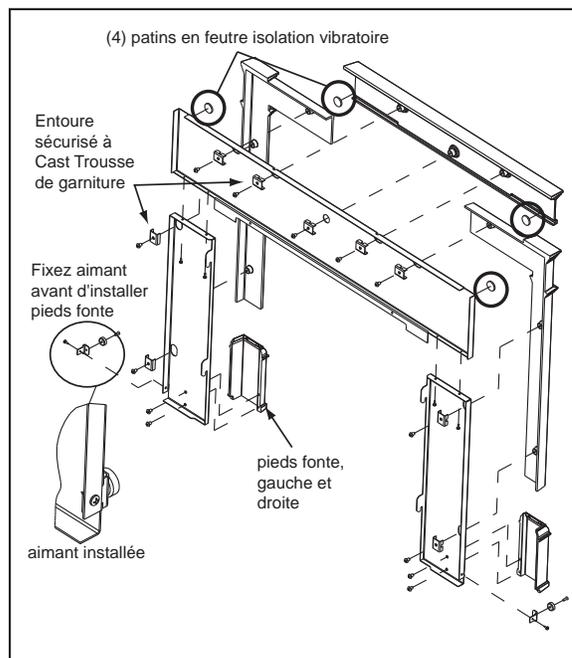

Figure 32.1
3. L'utilisation d'un 102mm à 152mm longue tête tournevis cruciforme pour fixer le côté entoure jusqu'au sommet Surround en utilisant (2) vis à métal # 8 feuilles de chaque côté fourni avec le kit.
4. Placez le tour peler et coller feutres d'isolation des vibrations sur la face avant à chaque coin de la pièce métallique en haut et sur la face arrière de chaque coin de la pièce moulée dessus. Figure 32.1.